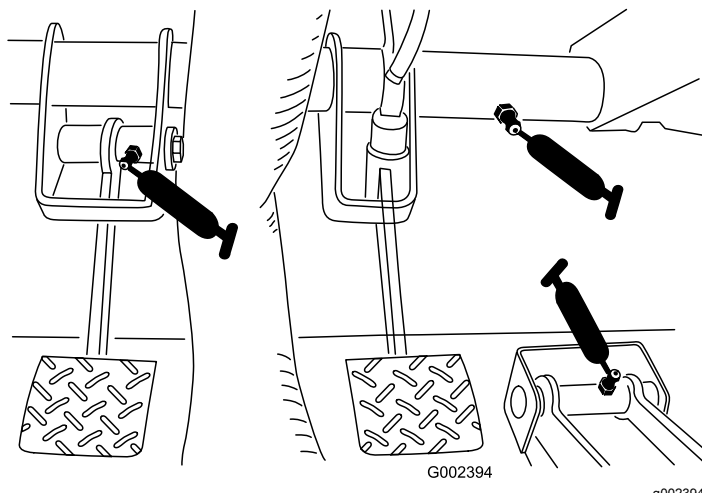

図 31
- ブレーキ (1ヶ所); 図 31を参照
- クラッチ (1ヶ所); 図 31を参照
- アクセル (1ヶ所); 図 31を参照